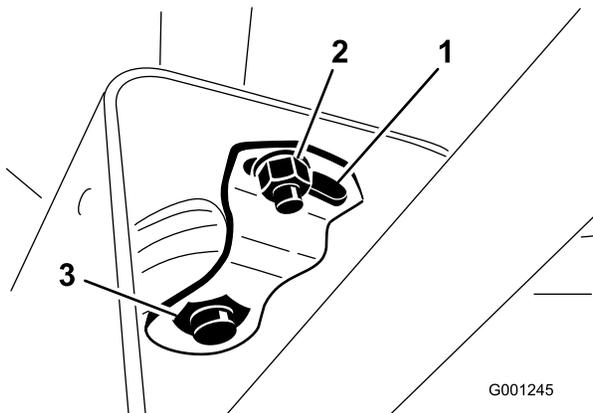

Figura 70
2. Mueva la cubierta por la columna de dirección para dejar expuesto el soporte del pivote (Figura 70).
3. Afloje la tuerca pequeña y gire el soporte del pivote hasta que apriete la tuerca grande que está debajo (Figura 70).